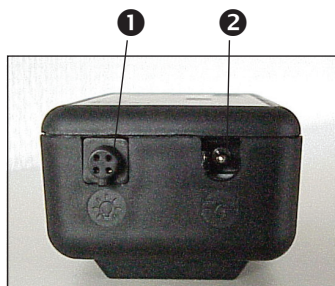

Fig. 6.
- Collegare il cavo di connessione circolare con la presa della batteria LED (❷, fig. 6).